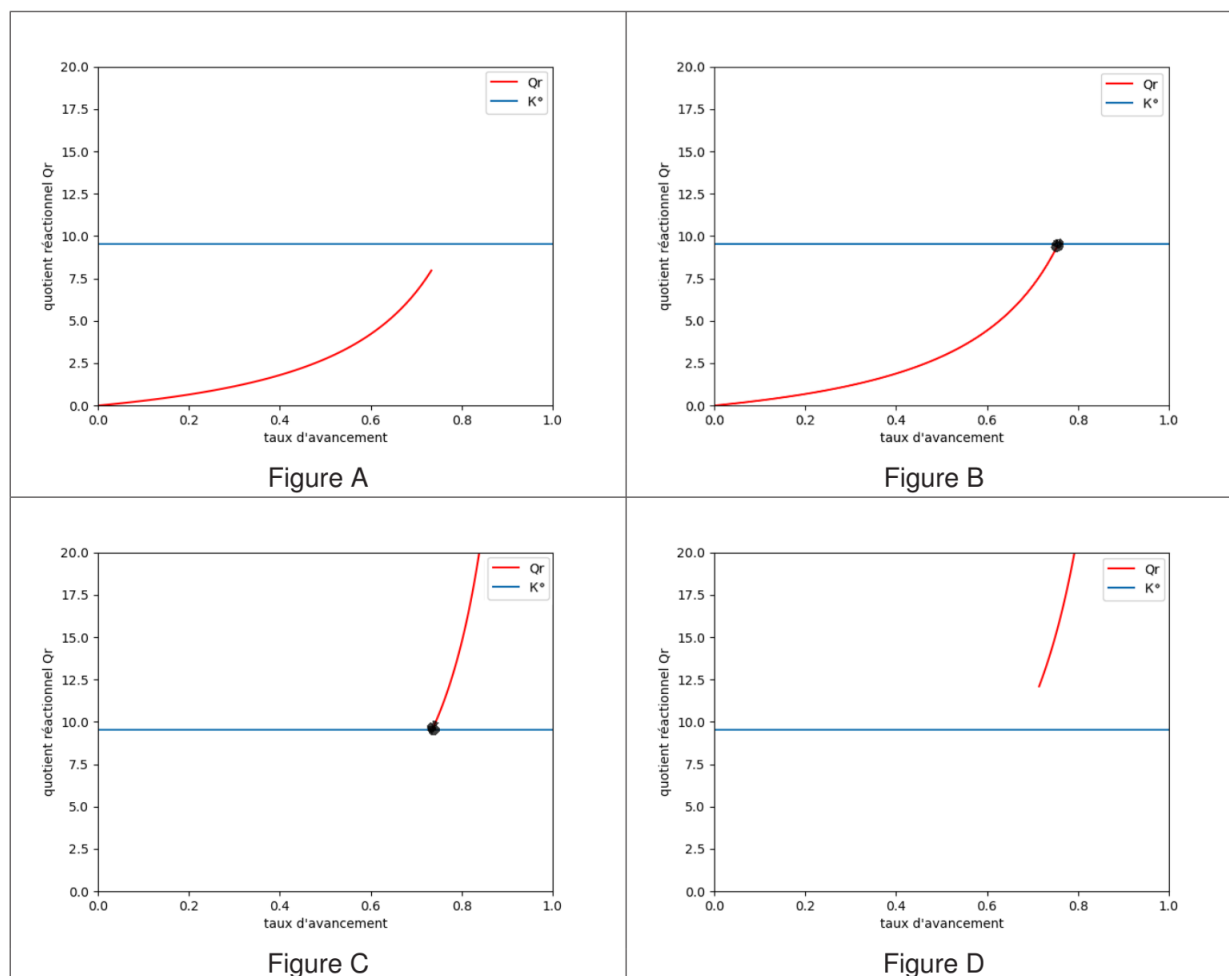

figure 2 : Courbes représentant l'évolution du quotient réactionnel Q_r et de la constante d'équilibre K° en fonction du taux d'avancement.
10. Parmi les figures représentées sur la figure 2, indiquer celle qui correspond à l'exécution du programme fourni dans l'Annexe dans le cas considéré ici. Justifier. Quel est l'intérêt de ce programme python ?